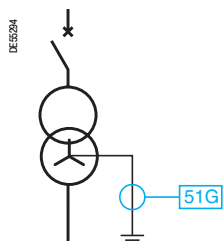

Рис. 6. Защита от замыканий на землю нейтрали
■ с помощью защиты от замыканий на землю нейтрали (ANSI 51G), если заземление нейтрали сети со стороны потребителя осуществляется на уровне трансформатора (рис. 6);